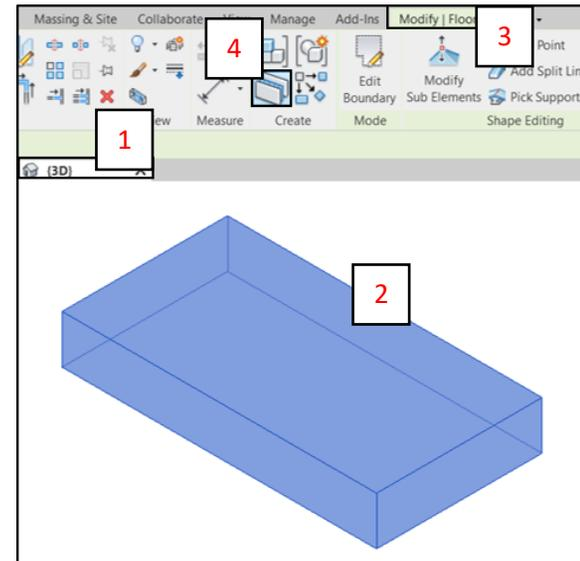

Fig. 11
- A. En la vista 3D (1) del Proyecto de Usuario, seleccionar la losa (2). (Fig. 11)
- B. En la *Cinta de Opciones*, ir a la *Ficha Modify* (3) > **Create** > **Create Parts** (4) para seleccionar la herramienta **Create Parts**. (Fig. 11)